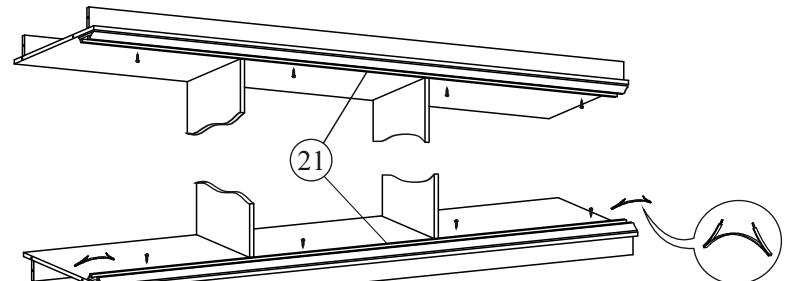

Рис.7
8. Установить ходовые профили 21 на нижнюю вязку и крышку, приставив вплотную к перегородкам 8 снизу и 12 сверху и закрепить их с помощью саморезов со сверлом 4,2x13, предварительно вставив в них стопора (рис.7). Стопора вставлять в паз нижнего профиля (один стопор для передней двери второй для задней). Отрегулировать положение стопоров самостоятельно. Ходовое колесо в крайнем положении, должно попадать в середину стопора.